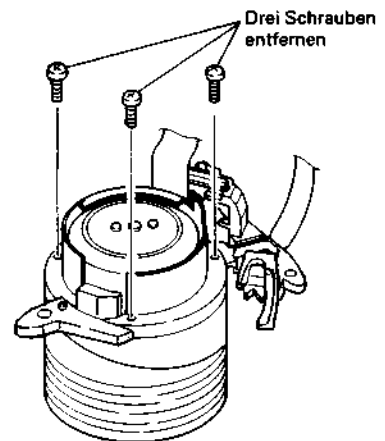

Abb. 2.79 Ausbau des Anschlagblocks
3. Die drei (3) Befestigungsschrauben des Anschlagblocks entfernen.
4. Die drei (3) Befestigungsschrauben der Kopftrummel-einheit lösen (siehe Abb. 2.79).